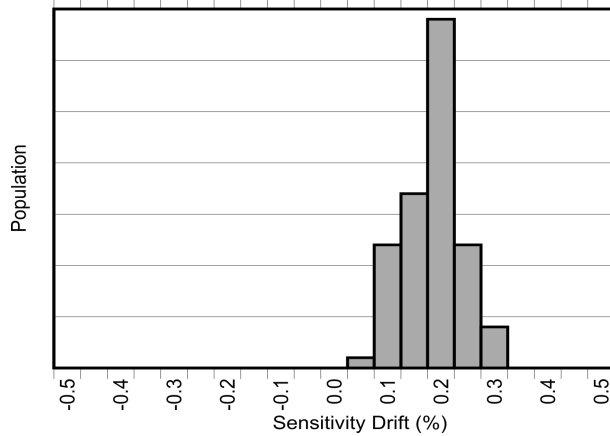
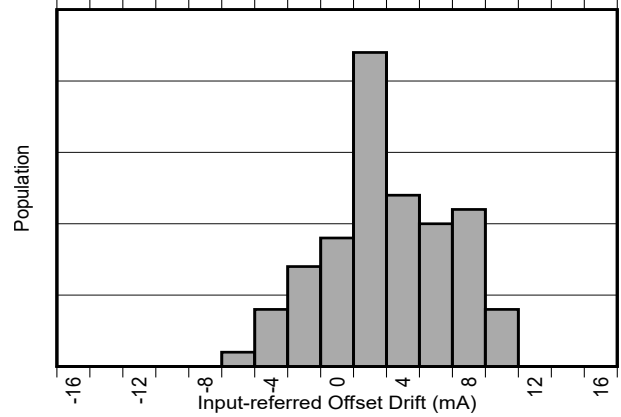

図 8-3. AEC-Q100 高温動作寿命ストレス テスト後の感度誤差ドリフト
図 8-4. AEC-Q100 高温動作寿命ストレス テスト後の入力換算オフセットドリフト
一般的な磁気電流センサでは、温度ドリフトが大きいことに加え、デバイスの寿命全体の経年劣化により、感度に 2%～3%のドリフトもさらに影響されます。TMCS1133-Q1 で温度ドリフトを低減するために使用されているのと同じ独自の補償技法も使用されます。これにより、特に動作温度が高いときに、ストレスや環境条件による経年変化による寿命ドリフトを大幅に低減できます。電気的特性に示すように、TMCS1133-Q1 は標準 3 ロットの AEC-Q100 認定において、130°C、相対湿度 (RH) 85% での高度加速ストレス試験 (HAST) の後、業界をリードする寿命感度ドリフトを実現しています。AEC-Q100 認定の規定に準じた 1000 時間に及ぶ 125°C の高温動作寿命ストレス テストの後、電気的特性 で規定される範囲内の低感度およびオフセットのドリフトも確認されています。これらのテストは、デバイスの寿命全体での標準的な動作を模倣しており、標準的な磁気電流センサに比べて経年劣化によるデバイス性能の変動が大幅に改善されることを示しています。AEC-Q100 に規定されている 1000 時間 125°C 高温動作寿命ストレステスト後の感度およびオフセットドリフトを、図 8-3 および 図 8-4 に示します。デバイスの動作性能は、デバイスの寿命全体にわたって変化します。このテストは、デバイスの寿命全体にわたる標準的な動作を模倣しており、標準的な磁気センサに比べてデバイスが性能を大幅に向上する可能性があることを示しています。